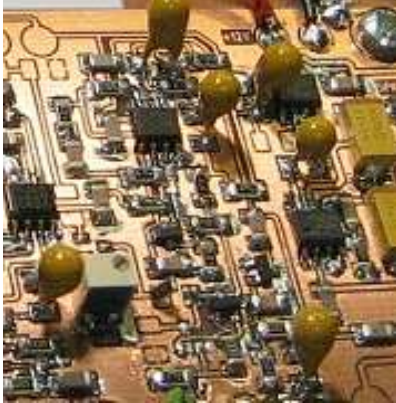

Bild 11. Tantalkondensatorer för hålmontering
- Även andra komponenter kan ersättas med andra till buds stående komponenter. Kretskortens lödpaddar är dimensionerade så att man t.ex. i stället för SMD-tantalkondensatorer kan montera vanliga tantal- eller elektrolytkondensatorer (bild 11.)